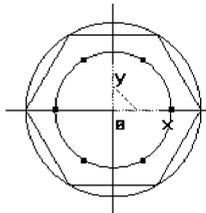

图 2-1-11 绘制等分点
⑦ 系统提示“拾取曲线”，拾取前面生成的 $\phi 20$ 的圆，生成如图 2-1-11 所示的 6 个等分点。